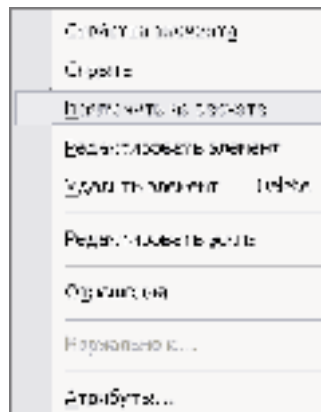

Рисунок 1.29 – Вибір команди Виключити з розрахунку
19. Вийдіть із ескізу і виріжіть видавллюванням  в обох напрямках від площини ескізу до найближчої поверхні. У дереві побудови клацніть правою кнопкою миші на імені даної операції та виберіть із контекстного меню команду **Виключити з розрахунку** (рис. 1.29).